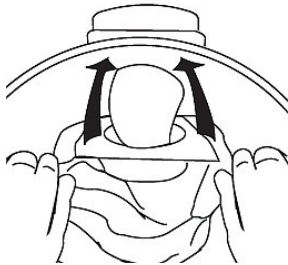

Abb. 7: Einsetzen des Papierfilters
Schritt 5: Falls die Verwendung des Papierfilters vorgesehen ist, setzen Sie den Filter im Behälter ein und ziehen Sie ihn über den Deflektor (Abb.7).